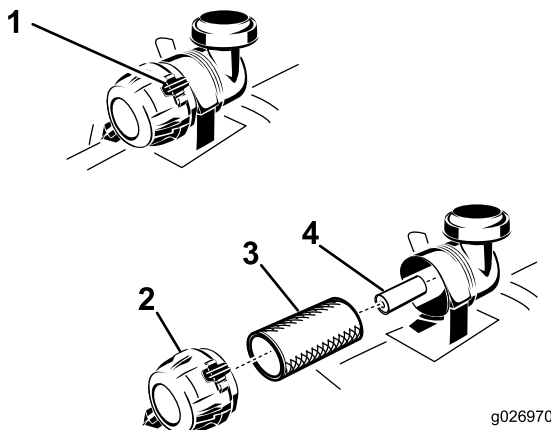

Figure 42
3. Appuyez sur les attaches du filtre à air pour les ouvrir et détachez le couvercle du corps du filtre à air (Figure 42).
5. Sortez le préfiltre du corps du filtre avec précaution (Figure 42). Évitez de cogner l'élément à l'intérieur du corps.
1. Ne nettoyez pas l'élément en papier, remplacez-le (Figure 42).
2. Si vous remplacez l'élément secondaire, insérez-le avec précaution dans le corps du filtre (Figure 42).
3. Placez ensuite le préfiltre sur l'élément secondaire avec le même soin (Figure 42).
5. Montez le couvercle, reniflard en bas, et tournez-le pour que les attaches verrouillent le couvercle en place (Figure 42).